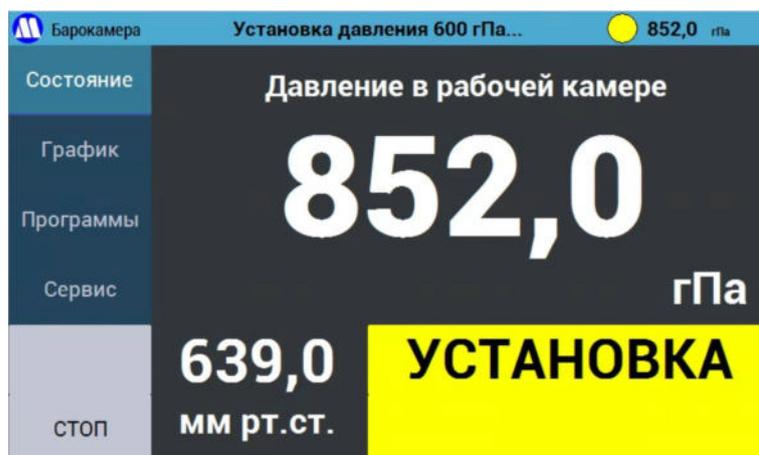

Рисунок 24 – Процесс установки абсолютного давления.
8.2.11. В процессе установки и стабилизации заданного значения давления индикатор статуса будет гореть желтым, в строке статуса будет отображаться исполняемая программа по установке абсолютного давления и статус «Установка», в меню «Состояние» будут отображаться текущее значение абсолютного давления в камере (Рисунок 24).